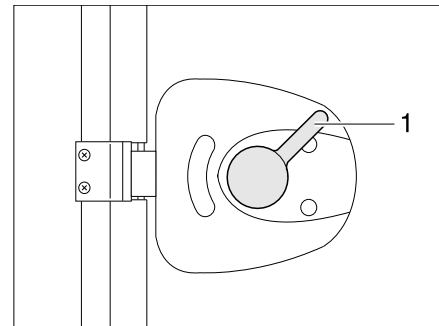

Bild 22 Türschloss Eingangstür, innen, verriegelt
- Den Türgriff (Bild 22,1) ca. 45° nach oben drücken und in dieser Stellung stehen lassen.